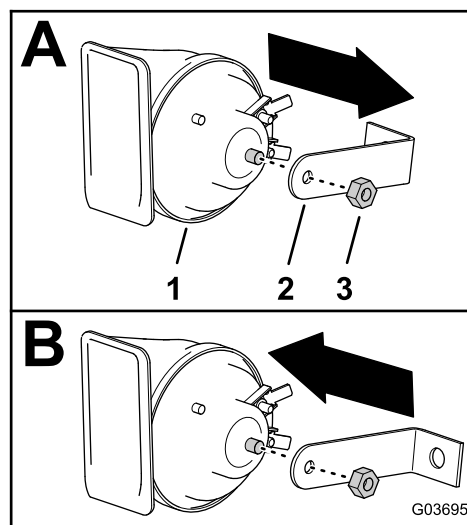

Figura 20
2. Rode o suporte de 90° como se mostra na Figura 20 e fixe-o sem apertar no perno de montagem do conjunto da buzina com a porca que removeu no passo 1.
1. Retire a porca e o suporte de 90° do conjunto da buzina (Figura 20).
3. Aperte à mão a porca que prende a buzina ao suporte de 90°; consulte Figura 20 em 7 Instalação da buzina (página 11).